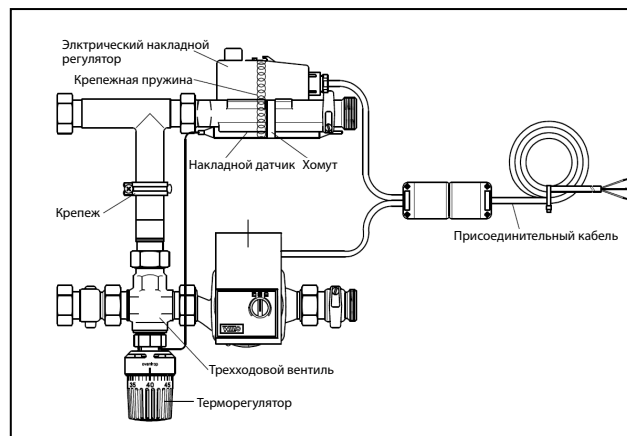
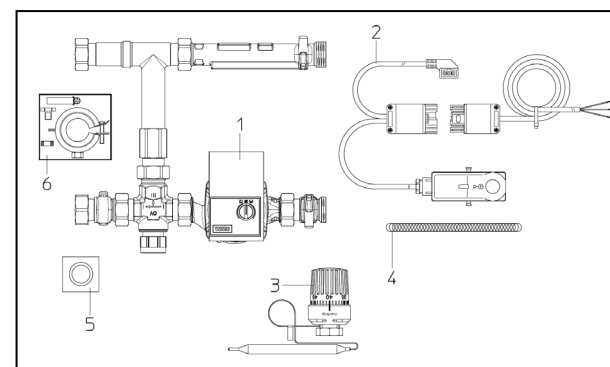
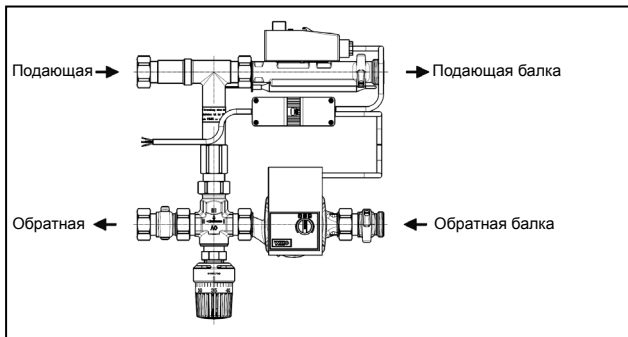

Рис. 5.1 Конструкция „Regufloor H“
Рис. 6.1 Комплект поставки
Рис. 6.2 Направление потоков
- Подающая линия блока всегда сверху. Обратная линия блока всегда снизу. Это необходимо учитывать при подключении к балкам распределительной гребенки (см. рис. 6.2)!
Насосно -смесительный блок подключить к распределительной гребенке. При подключении гребенки на 2 и 3 отопительных контура в качестве второго крепежа используют прилагаемый к насосу монтажный комплект (см. рис. 5.1 и п. 6, рис. 6.1).
При монтаже терморегулятора (п. 3. рис. 6.1) на трехходовой вентиль снять защитный колпачок.
Закрепить электрический накладной регулятор (п. 2, рис. 6.1) на подающем трубопроводе с помощью пружины (п. 4, рис. 6.2). Значение настройки на накладном регуляторе задается